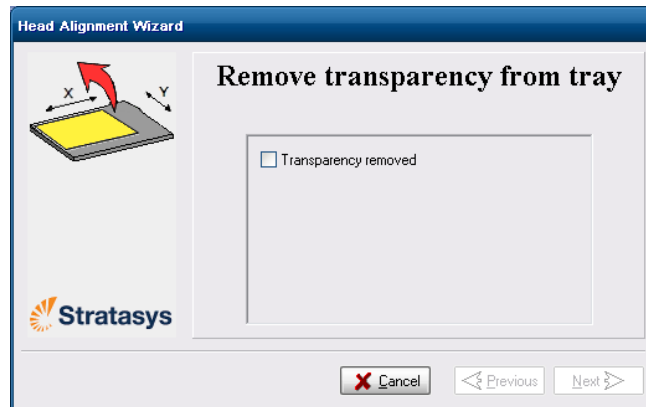

Figure 6-43 : Assistant d'alignement des têtes - étapes 8-10
10. Dans l'écran de l'assistant présenté à la figure 6-43, cochez la case *Transparency removed* (Transparent retiré) et cliquez sur Next (Suivant).